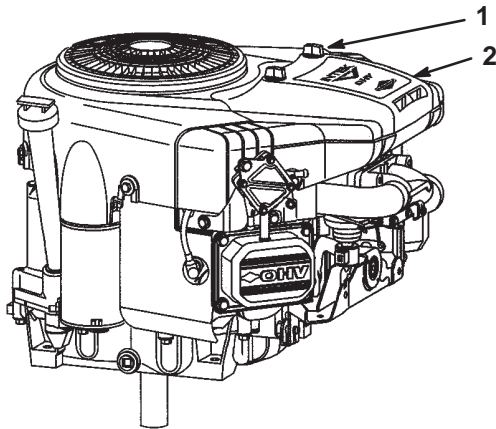

Figure 33
3. Nettoyez la surface autour du filtre à air pour éviter que des impuretés s'introduisent dans le moteur et l'endommagent. Dévissez les boutons et déposez le couvercle du filtre à air (Fig. 33).